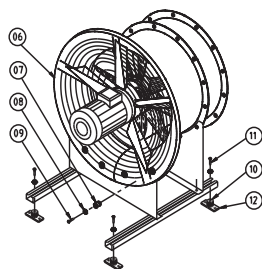

Fig. 5. Montagevoeten voor types ACP Smoke en ACG Smoke 400-1120
Monteer het ventilatorhuis in de twee flensuitsparingen van de montageplaten en plaats de afstandsbus (fig. 5 pos. 07) met de verbindingselementen (pos. 08 en 09) tussen de inlaatconus en de montageplaat (pos 06).
Bevestig de trillingsdempers (fig. 5 pos 10) aan de uiteinden van de steunen d.m.v. bouten (pos. 11).